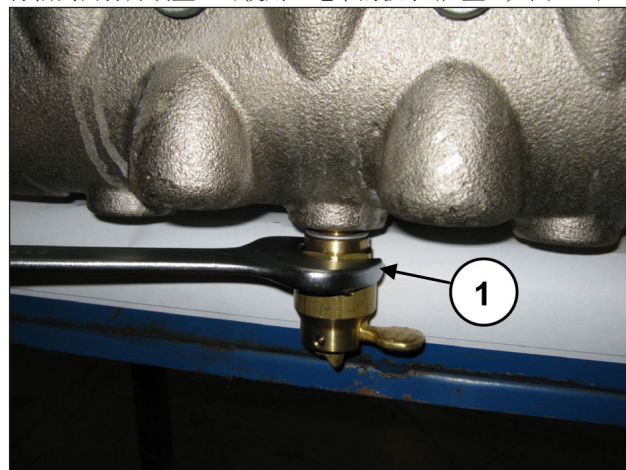

图 109
拧松阀门打开装置，可使用30毫米的扳手(位置①，图 109)。